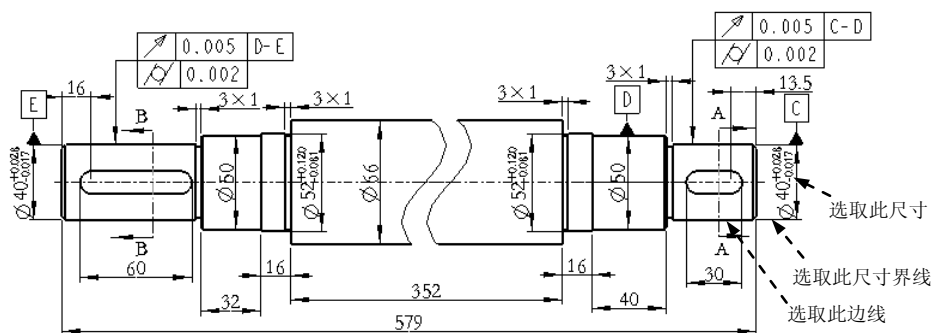
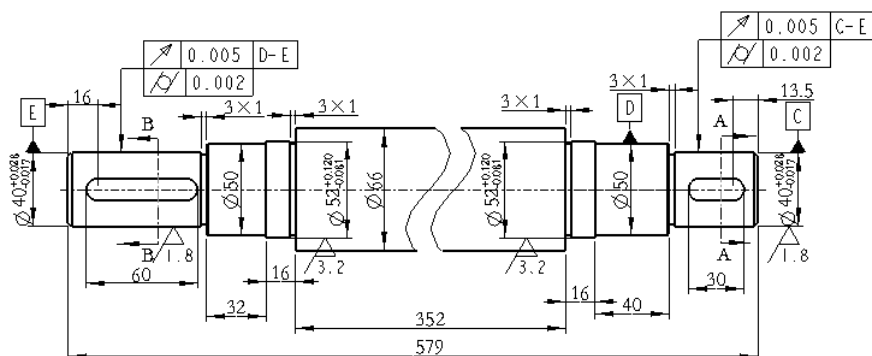

图 5.9.25 定义表面粗糙度符号
图 5.9.26 添加表面粗糙度符号
(1) 选取图 5.9.25 所示的尺寸, 在系统  在尺寸界线上选取位置。的提示下, 选取图 5.9.25 所示的尺寸界线为放置位置, 系统弹出 **DIRECTION (方向)** 对话框。
(2) 在 **DIRECTION (方向)** 对话框中选取 **Okay (确定)** 命令, 采用系统默认的放置方向。
(3) 在系统  选取与曲面加工相关的几何。的提示下, 选取图 5.9.25 所示的边线。
(4) 在屏幕下方弹出的消息输入窗口中输入粗糙度值“1.8”, 单击  按钮, 结果如图
Step5. 参照上面的步骤，添加图 5.9.26 所示的另外三个表面粗糙度符号。